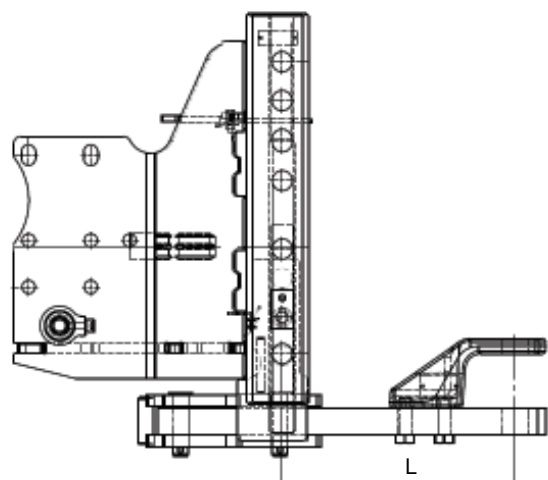

Abb. 3: Kombination II
Der Anhängelock Typ 364000 darf an land- oder forstwirtschaftlichen Zugmaschinen nach Richtlinie 2003/37/EG wahlweise in Kombination mit bauartgenehmigten und zum Anbau geeigneten austauschbaren Anhängerkupplungen in den Rastschienen (I) und mit bauartgenehmigten und zum Anbau geeigneten Scharmüller Anhängelöcken als Zugpendellager vom Typ 58330, Genehmigungszeichen e1 D 0167 und Zugpendeln (z.B. Scharmüller Typ 1177, siehe Abb. 3) (II) unter Einhaltung der nachstehenden Kennwerte und wirksamen Baumaße verwendet werden: